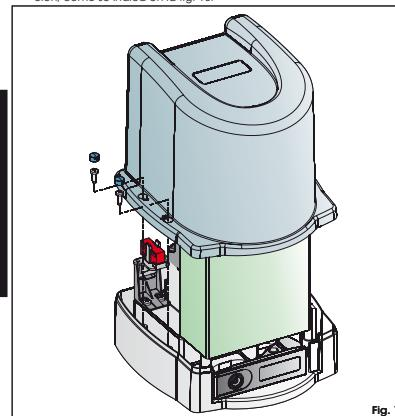

Fig. 15
3. Una vez realizada la prueba de la automación (pár. 5), fije el carter de protección en el operador utilizando los tornillos suministrados en documentación, como se indica en la fig. 15.